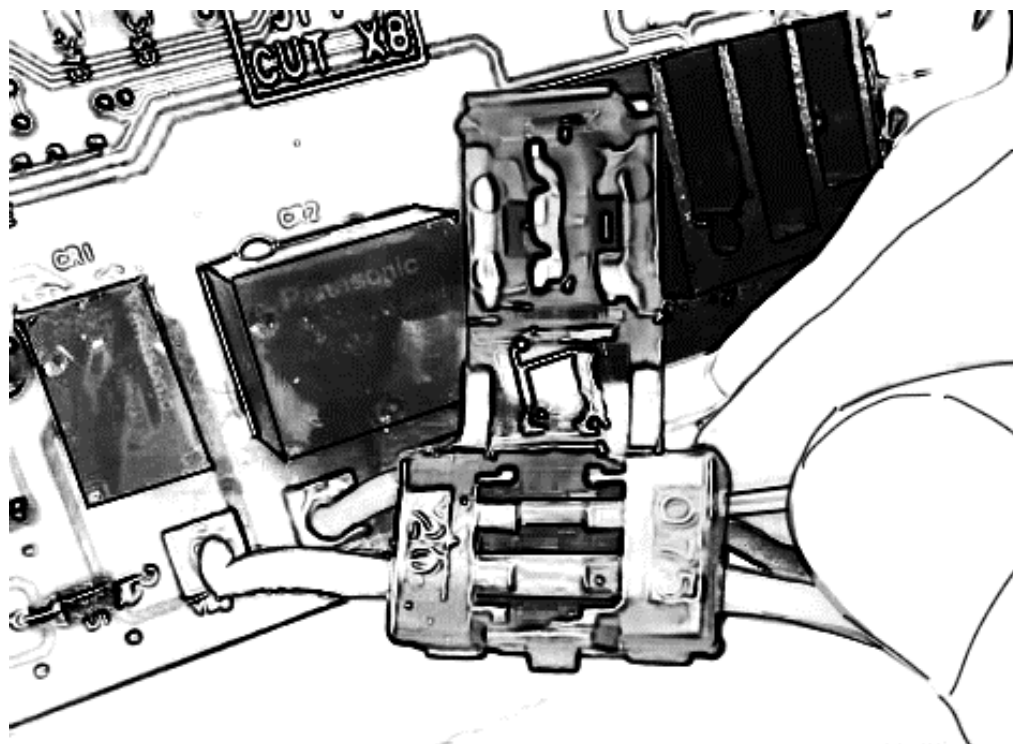

図 14-電源接続(2)
- (7) 分岐コネクタを閉じ、組込ユニット側の電源線を止まる所まで挿入します(図 14)